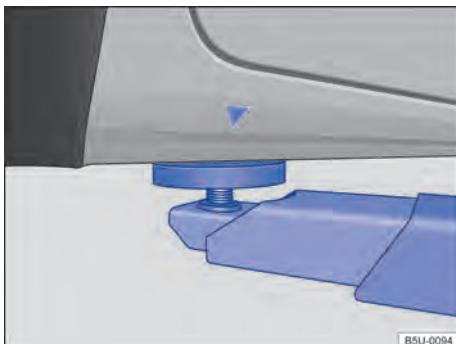
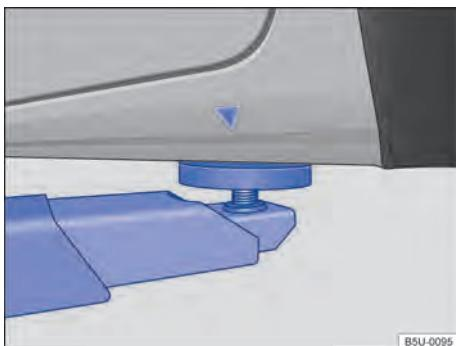

Fig. 153 Pontos de apoio dianteiros para a suspensão com plataforma elevatória ou com macaco.
Fig. 154 Pontos de apoio traseiros para a suspensão com plataforma elevatória ou com macaco.
O veículo deve ser suspenso somente pelos pontos indicados nas figuras → Fig. 153 e → Fig. 154. Se o veículo não for suspenso pelos pontos indicados, podem ocorrer danos no veículo → ① e ferimentos graves → ▲.
- Suspender o veículo somente pelos pontos indicados nas figuras → Fig. 153 e → Fig. 154. Se o veículo não for suspenso pelos pontos indicados, o veículo poderá cair da plataforma elevatória quando, por exemplo, o motor ou a suspensão for desmontado.